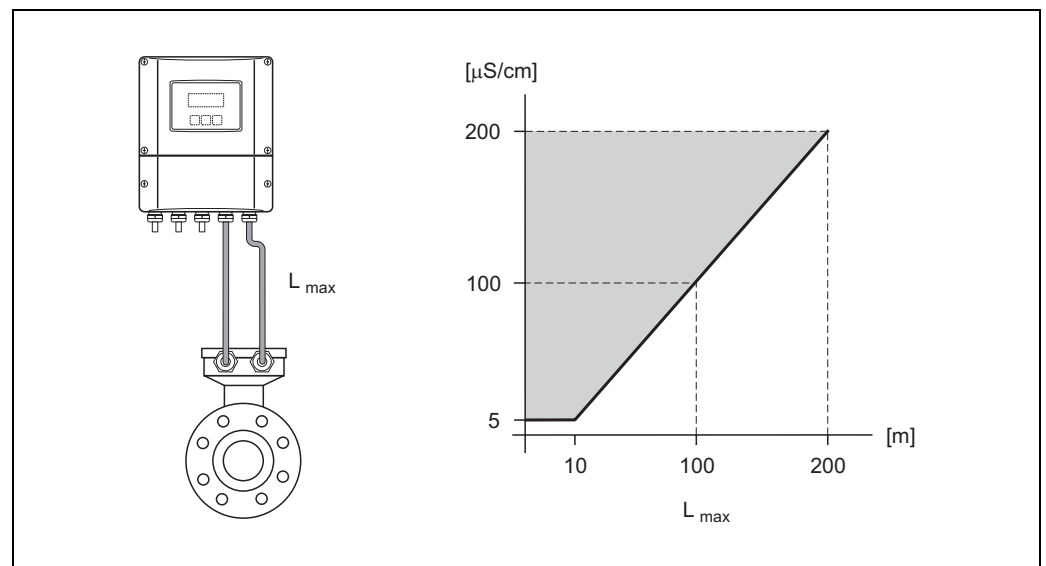

Abb. 17: Zulässige Verbindungskabellängen bei der Getrenntausführung
- Die zulässige Kabellänge $L_{\max}$ wird von der Messstoffleitfähigkeit bestimmt (Abb. 17). Zur Messung von demineralisiertem Wasser ist eine Mindestleitfähigkeit von $20 \mu\text{S/cm}$ erforderlich.